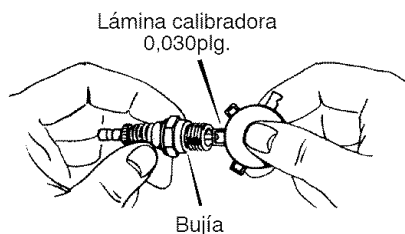

Figura 76
2. Revise el **entrehierro de la bujía** usando una **lámina calibradora** y restablezca el entrehierro a 0,030 plg. si fuera necesario. Vea la Figura 76.